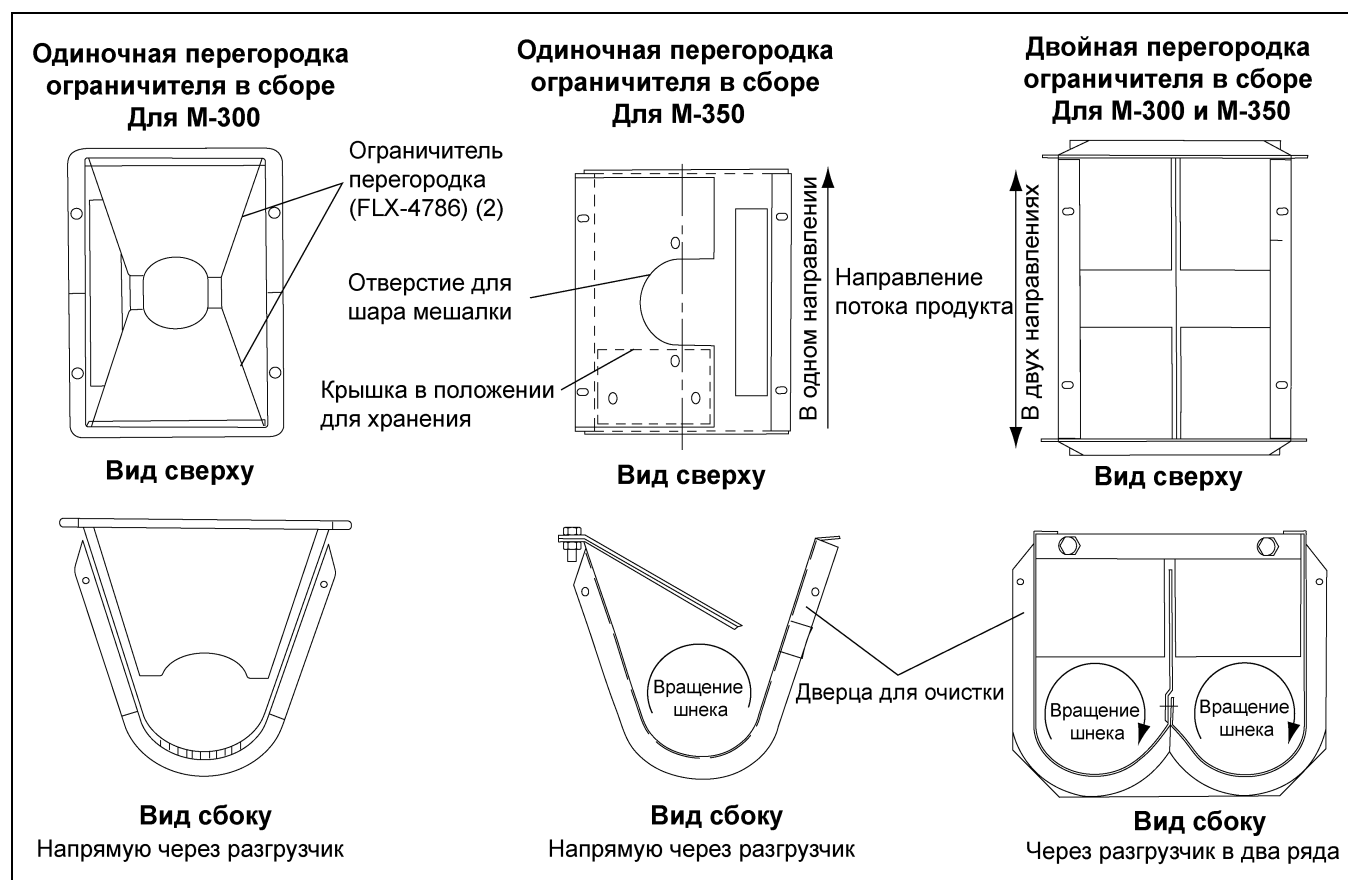

Рисунок 5Н
2. Установите перегородку (FLX-4750) в М-350 одинарное разгрузочное устройство, как показано на рис. 5Н. В *сдвоенном разгрузочном устройстве перегородка устанавливается на заводе-изготовителе, как показано на рис. 5Н.*